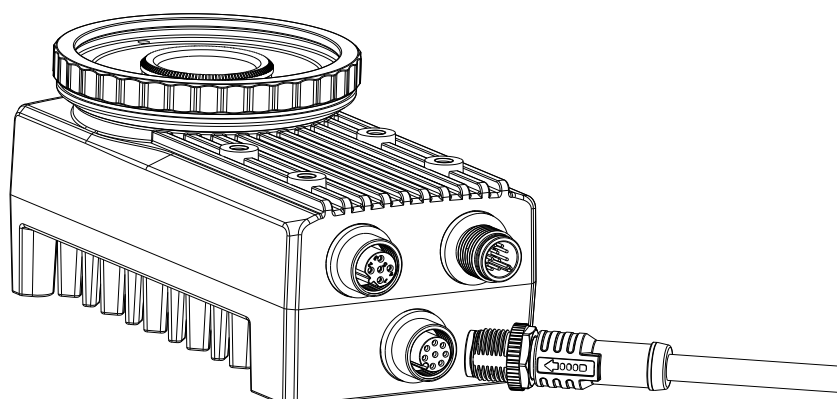

图2-6 相机网口接线
3. 确认使用 8-pin 航插转 RJ45 接头千兆网线将相机与交换机或者网卡正常连接，如图 2-6 所示，此为不含光源和镜头罩型号智能相机示意图。